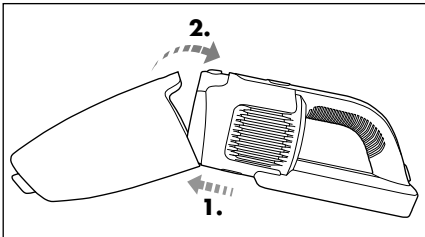

Fig. 6
- 6) Sæt støvbeholderen 9 på motordelen 3 igen ved først at sætte den nederste lås på motordelen 3 ind i udsæringen på støvbeholderen 9. Sæt derefter den øverste del af støvbeholderen 9 på motordelen 3, indtil støvbeholderen 9 klikker hørbart på plads og sidder fast på motordelen 3 (fig. 6).